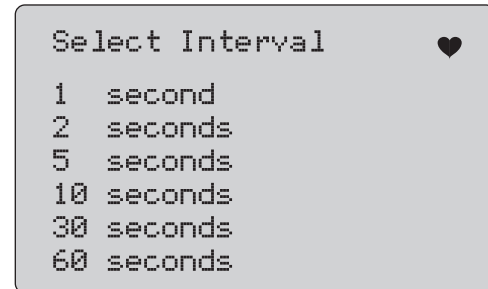

Figura 49. Pantalla de intervalo de registro
4. Seleccione el intervalo de registro. Consulte la figura 49.